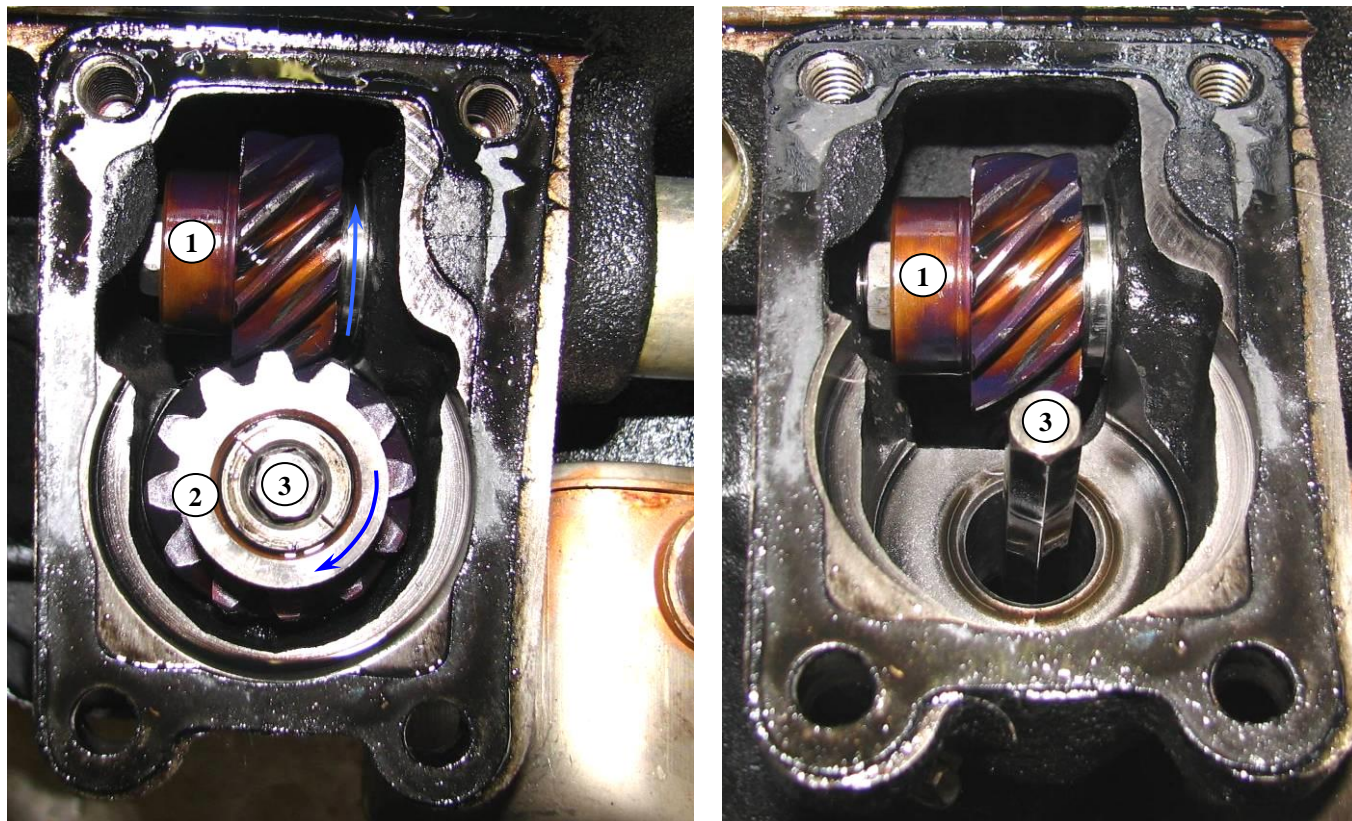

Рис.40. Шестерни привода масляного насоса:
**Привод масляного насоса (рис.40)** – осуществляется парой шестерен с винтовыми зубьями от промежуточного вала.